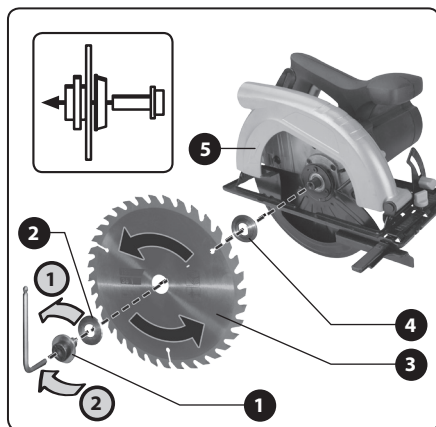

Abb. 2
- Halten Sie die Arretiertaste gedrückt und schrauben Sie gleichzeitig mit einem Imbusschlüssel die Spannschraube mit Unterlegscheibe in Pfeilrichtung „1“ heraus (Abb. 2, Pos. 1) und entnehmen Sie die Schraube.
- Schwenken Sie die untere Haube des Sägeblattes auf die Seite (Abb. 1, Pos. 10) und setzen Sie das Sägeblatt so auf die Mitnehmer-Unterlegscheibe (Abb. 2, Pos. 4), dass die Orientierung der Zähne des Sägeblattes der Orientierung des Pfeils an der oberen Haube des Sägeblattes entspricht (Abb. 2, Pos. 5), siehe Abb. 2.
- Sichern Sie anschließend das Sägeblatt durch festes Anziehen der Spannschraube mit Unterlegscheibe (Abb. 2, Pos. 1 und 2) in Pfeilrichtung „2“.